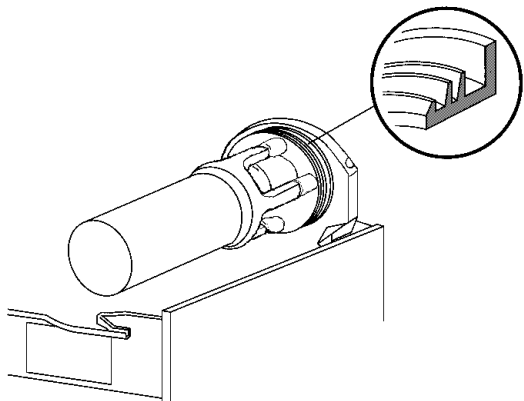

figura 11
**4** Volver a montar en su alojamiento la junta del contenedor. NOTA: El borde de mayor diámetro debe ser apoyado en la pared posterior (ver figura 11).